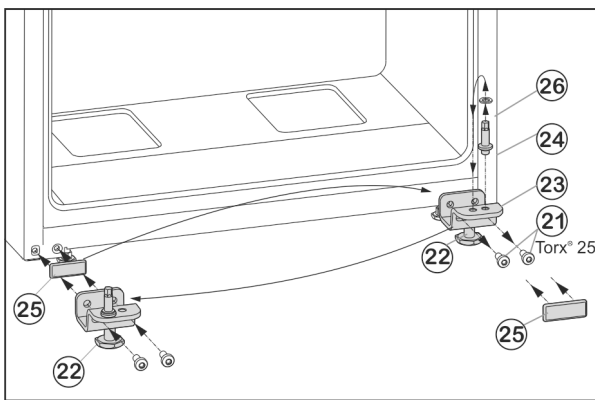

Fig. 7
- Befestigungsschrauben Fig. 7 (21) abschrauben.
- Lagerbock unten Fig. 7 (23) komplett mit Lagerbolzen Fig. 7 (24), Scheibe Fig. 7 (26) und Stellfuß Fig. 7 (22), abnehmen.
- Lagerbolzen Fig. 7 (24) komplett mit Scheibe Fig. 7 (26) abschrauben, in das gegenüberliegende Aufnahmeloch des Lagerbocks umsetzen und wieder festschrauben.
- Abdeckplatte Fig. 7 (25) vorsichtig abnehmen und auf die Gegenseite umsetzen.
- Lagerbock unten Fig. 7 (23) komplett mit Lagerbolzen Fig. 7 (24), Scheibe Fig. 7 (26) und Stellfuß Fig. 7 (22) auf der neuen Scharnierseite ggf. mit Hilfe eines Akkuschraubers **fest (mit 4 Nm)** wieder anschrauben.
- Untere Tür von oben auf Lagerbolzen Fig. 7 (24) aufsetzen.
- Stellfuß Fig. 7 (22) am Lagerbock unten Fig. 7 (23) herausdrehen, bis er auf dem Boden aufliegt.